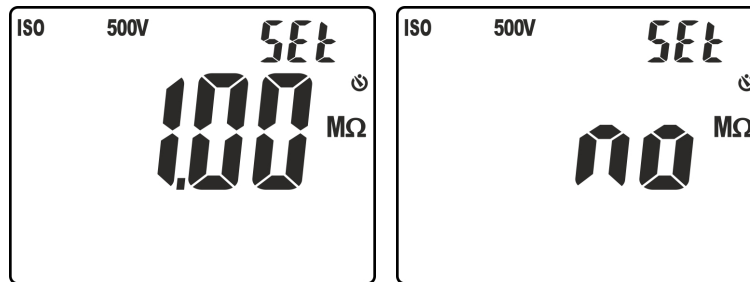

Fig. 16: Configuration du seuil limite de la mesure d'isolement
5. Cliquer sur les touches  $\blacktriangledown/\text{☼}$  ou  $\blacktriangle/\text{ZERO}$  pour sélectionner la valeur parmi les options: **0.10M $\Omega$** , **0.230M $\Omega$** , **0.50M $\Omega$** , **1.00M $\Omega$** , **100M $\Omega$** , **no**. L'option « no » indique que le seuil n'est pas configuré (voir Fig. 16)
4. Cliquer sur la touche **VTEST/LIM** et la maintenir enfoncée (>2s) pour configurer le seuil **minimum** sur la mesure. Le symbole « Set » clignote sur l'écran. Cliquer sur les touches **▼/☼** ou **▲/ZERO** pour sélectionner la valeur parmi les options: **0.10MΩ, 0.230MΩ, 0.50MΩ, 1.00MΩ, 100MΩ, no**. L'option « no » indique que le seuil n'est pas configuré (voir Fig. 16)
4. Cliquer sur la touche **VTEST/LIM** et la maintenir enfoncée (>2s) pour configurer le seuil **minimum** sur la mesure. Le symbole « Set » clignote sur l'écran. Cliquer sur les touches **▼/⚡** ou **▲/ZERO** pour sélectionner la valeur parmi les options: **0.10MΩ, 0.230MΩ, 0.50MΩ, 1.00MΩ, 100MΩ, no**. L'option « no » indique que le seuil n'est pas configuré (voir Fig. 16)